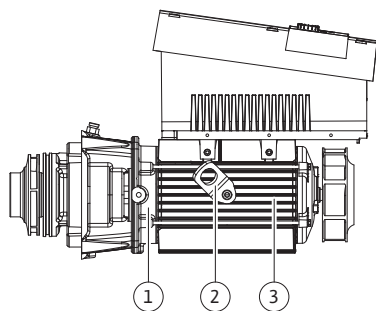

Fig. 13: Instickssats
Monteringstekniskt hör pumphjulet (Fig. 6, pos. 6) och lanternan (Fig. 6, pos. 7) till instickssatsen (Fig. 13).
Detta görs genom att transportöglorna (Fig. 13, pos. 2) avlägsnas från motorflänsen (Fig. 13, pos. 1), flyttas till motorhuset och fästs på motorhuset (Fig. 13, pos. 3) med samma skruvar.